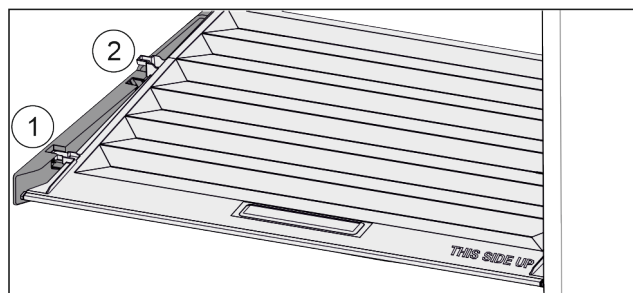

Fig. 35
- ▶ Trageți capacul în față Fig. 35 (1) până la orificiul din piesele suportului.
- ▶ Ridicați în spate de jos și scoateți Fig. 35 (2) în sus.